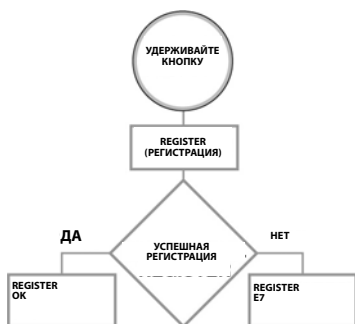

Рис. 3
- В случае успешной регистрации КИП уровня цистерны в программном обеспечении Pulse, на дисплей выводится сообщение РЕГИСТРАЦИЯ ОК (REGISTER OK), как показано на Рис. 3, стр. 5.
Если КИП уровня цистерны не регистрируется с помощью программного обеспечения Pulse, выводится сообщение REGISTRE E7 (см. шаг 1, Рис. 3).